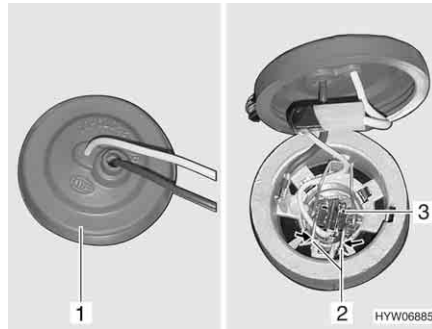

Bild 258 Dimljus
- Handen förs in bakom dimljuset och gummiplattan (Bild 258,1) tas av från lamphuset.
- Metallbygeln (Bild 258,2) trycks ihop och tas ur hållaren.
- Ta ut glödlampans kabel (Bild 258,3) med kabel ur lamphuset.